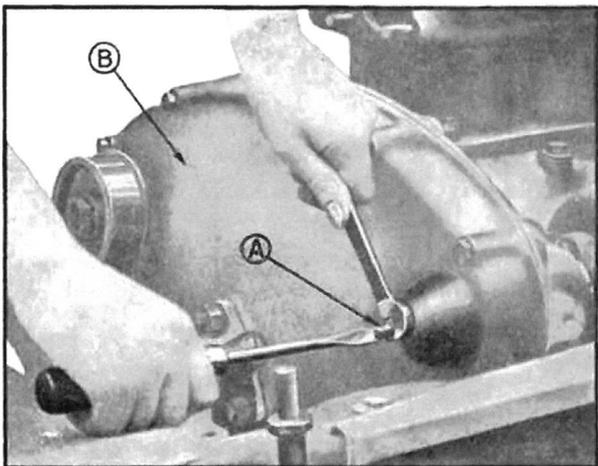

Fig. 75. — A - Vis de butée de dynamo.
- 5—Régler la vis de butée de dynamo à 1/4 de tour du serrage maximum et bloquer le contre-écrou (fig. 75).